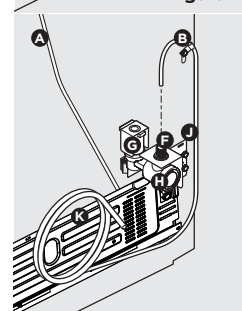

Figura 2
5. **Si utiliza una tubería de acero inoxidable trenzada flexible**, la tuerca ya está montada en la tubería. Deslice la tuerca en la válvula de admisión y apriete la tuerca a la válvula a mano. Dele otra media vuelta de apriete con una llave. **EVITE** apretarla en exceso. Consulte la figura 2.